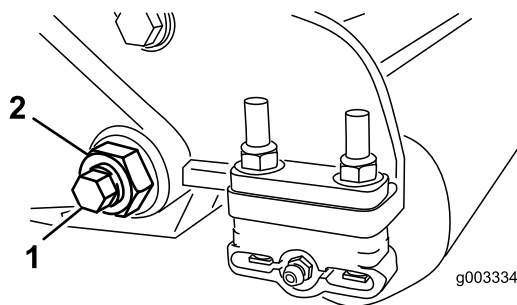
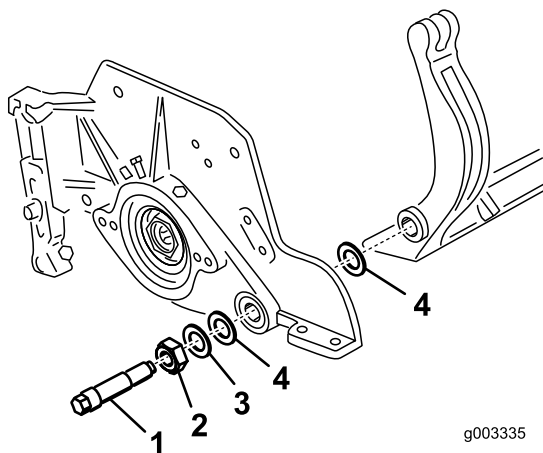

Figura 30
Figura 31
- Desaperte a porca de bloqueio que segura a cavilha da barra de apoio, em cada um dos lados da máquina (Figura 30).
- Remova cada uma das cavilhas da barra de apoio, de modo a permitir puxá-la e retirá-la da máquina (Figura 30). Guarde as duas anilhas de nylon e a anilha de aço prensado de cada uma das extremidades da barra de apoio (Figura 31).
- Fixe a barra de apoio a cada um dos lados da placa lateral com as cavilhas (porcas flangeadas nas cavilhas) e com as 6 arruelas. Deve colocar uma anilha de nylon em cada um dos lados da placa lateral. Coloque uma arruela de aço no exterior de cada uma das arruelas de nylon (Figura 31). Aperte os parafusos da barra de suporte a 37–45 Nm. Aperte as porcas de fixação até que a arruela exterior pare de rodar e a folga seja removida, mas não aperte demasiado ou danifica as placas laterais. As arruelas podem ter uma folga interna.